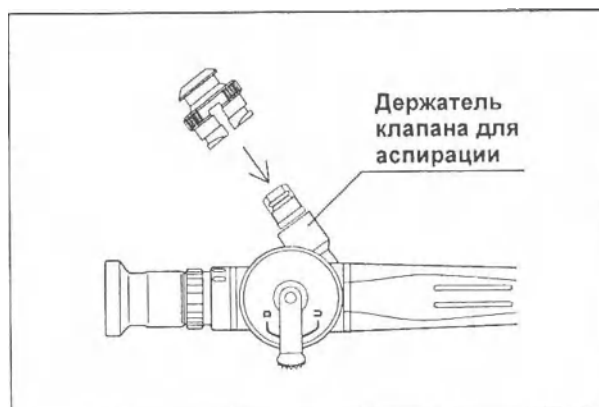

Рис. 3.9
1. Вставьте основной корпус клапана для аспирации в гнездо клапана для аспирации, при этом рычаг аспирации должен быть направлен в сторону аспирационного разъема (см. Рис. 3.9).
2. Совместите белую линию на держателе клапана для аспирации с белой точкой на гнезде клапана для аспирации, затем вдавите держатель клапана для аспирации до упора (см. Рис. 3.9).